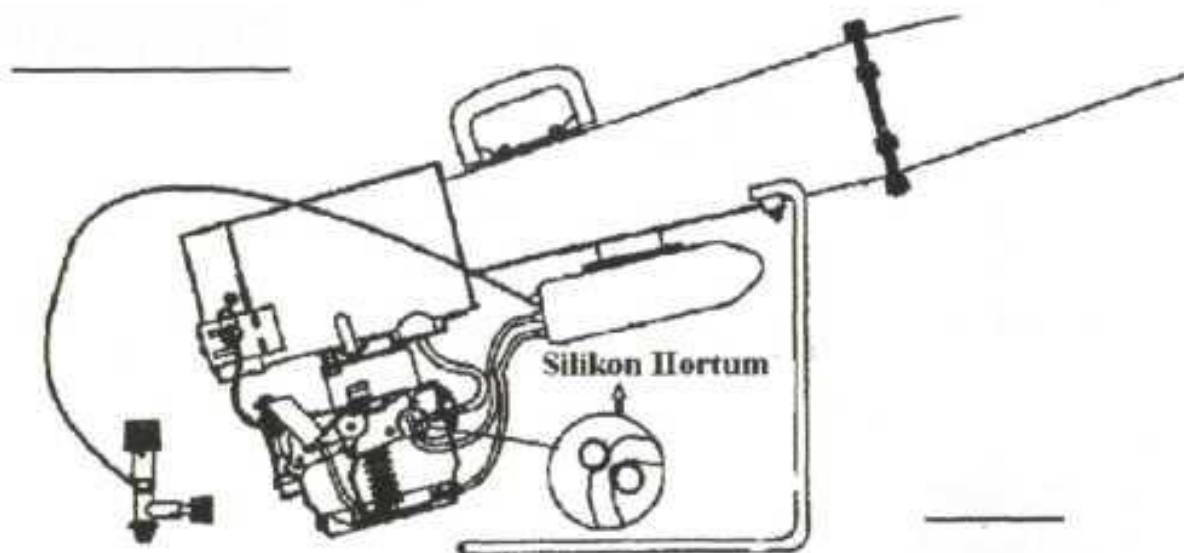

Рис.3
- При первом включении устройства, а также при каждом последующем использовании (если питание устройства было включено), убедитесь в том, что силиконовый шланг (см. рисунок 3) не пережат. Если силиконовый шланг пережат, устраните неисправность, в противном случае давление газа в системе будет снижено.
Данные процедуры позволят продлить срок службы силиконового шланга (показан на рис. 3).